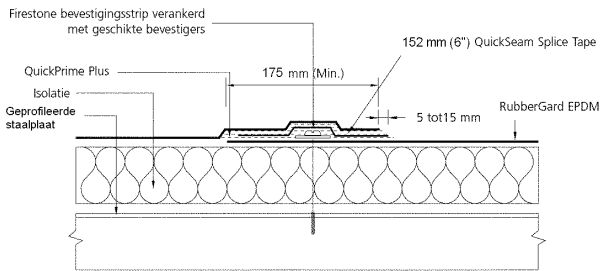

Fig. 4 : BIS Bevestigingssysteem
4.3.4.3 Bevestigingssysteem BIS (fig. 4)